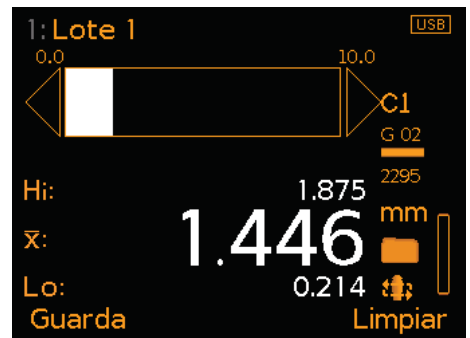

Figura 4
- 7 Se mostrarán en pantalla las lecturas exploradas mínima, media y máxima (Figura 4). Pulse 'Guarda' para almacenar las lecturas exploradas en el medidor o la memoria de lote. Pulse 'Limpiar' para prescindir de la última exploración y comenzar de nuevo.